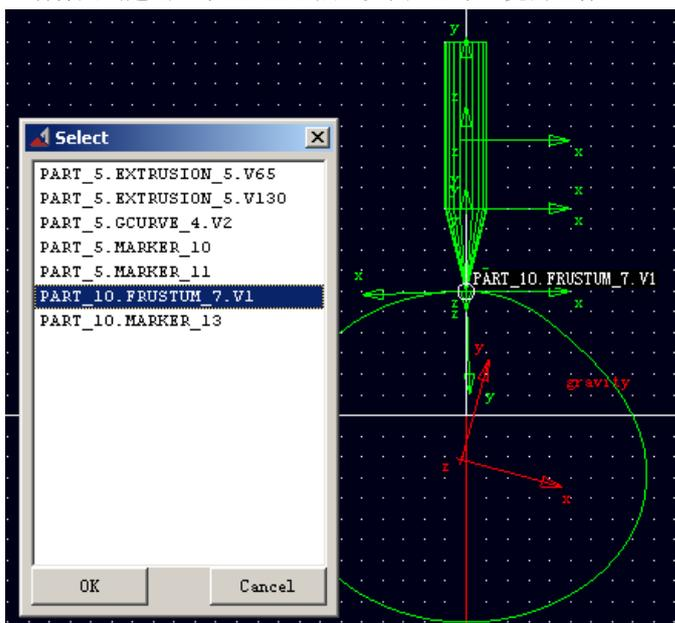
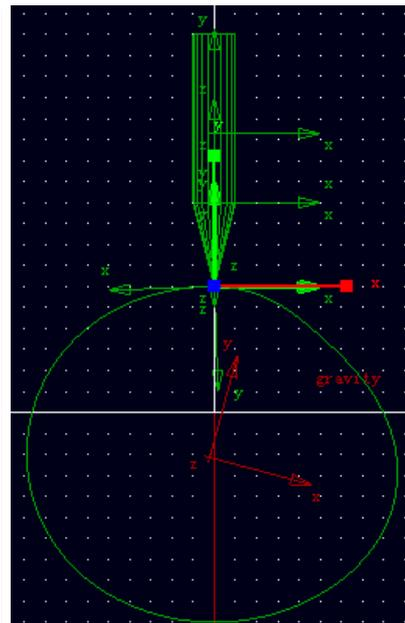

图 6-1 选择要创建 Marker 点的位置
图 6-2 创建在尖顶处的 Marker 点
6.1 选择 ADAMS/View 零件库中的“Marker”按钮，参数选择 **Add to Part** 和 **Global XY**。在 ADAMS/View 工作窗口中先用鼠标左键选择截锥体 (**PART_10**)，然后在截锥体的尖顶处右击鼠标，在弹出的 **Select** 对话框中选择 **PART_10.FRUSTUM_7.V1**。如图 6-1 所示。点击“OK”确定，在尖顶从动件处创建一个 **Marker** 点。如图 6-2 中显亮的坐标。